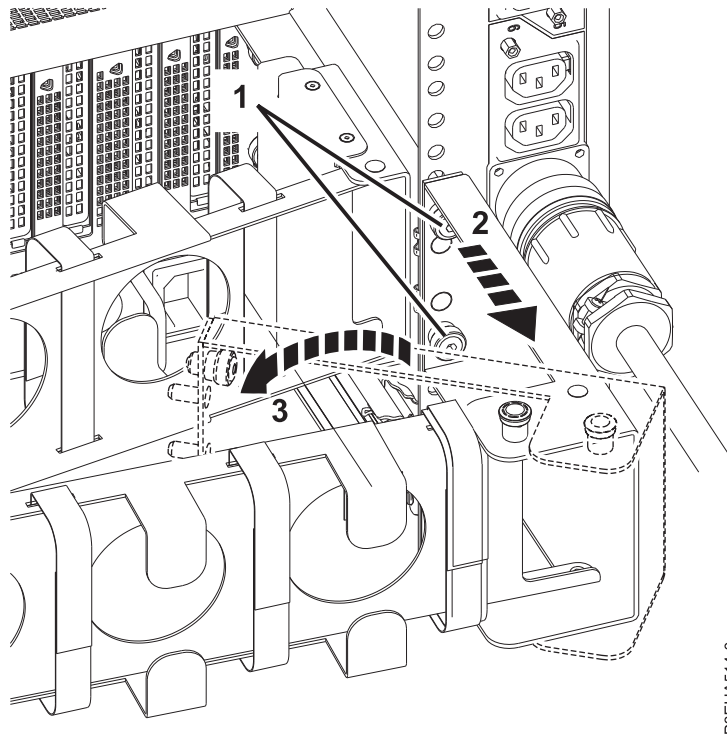

図 23. フル搭載システムでの電源コードのあそびを作るためのステップ
- b. ラックの後部から、頭ねじ (1) を緩めます (取り外さないでください)。図 23を参照してください。
- c. ケーブル管理アーム・ブラケットを手前に引きます (2)。 図 23を参照してください。
- d. ケーブル管理アーム・ブラケットを手前に倒して、あそびを作ります (3)。 図 23を参照してください。